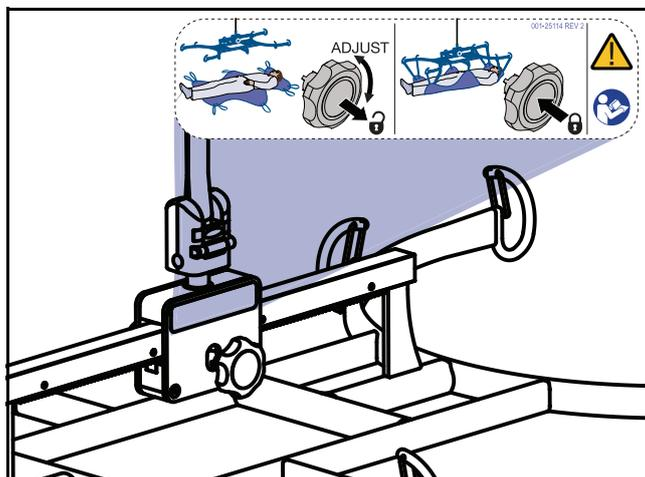

Fig. 7
**AVVERTENZA:** la regolazione può essere effettuata solo in assenza di carico, come indicato dall'etichetta ubicata sulla barra (vedere Fig. 7).